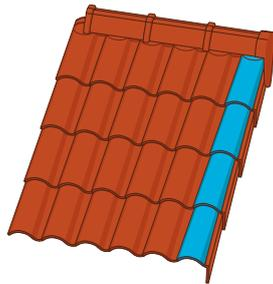
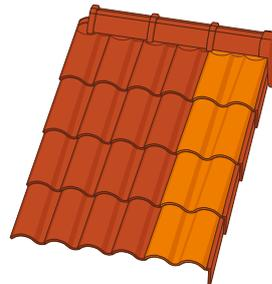

Fig. 2
Fig. 3
4. Al llegar a la parte derecha del faldón cerraremos sobre el remate lateral derecho con 1/2 Teja (Q17) (fig.2) o con Doble teja (Q34) (fig.3).